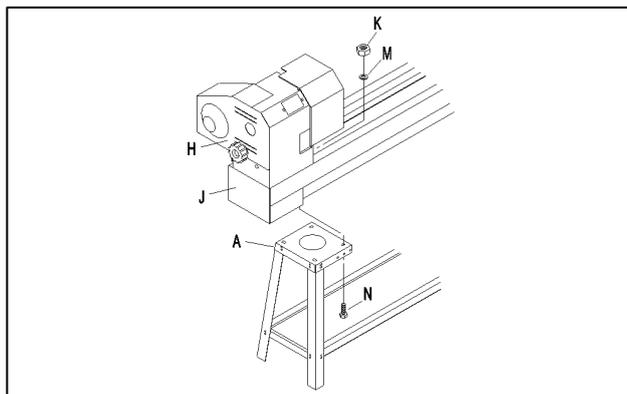

Figure 3
(3) Insérez le boulon hexagonal "N" dans les trous de fixation de chaque lit et dans la plaque supérieure.
(4) Faites passer une rondelle "M" et un écrou K sur le boulon "N" puis serrez fermement. Voir Figure 3.